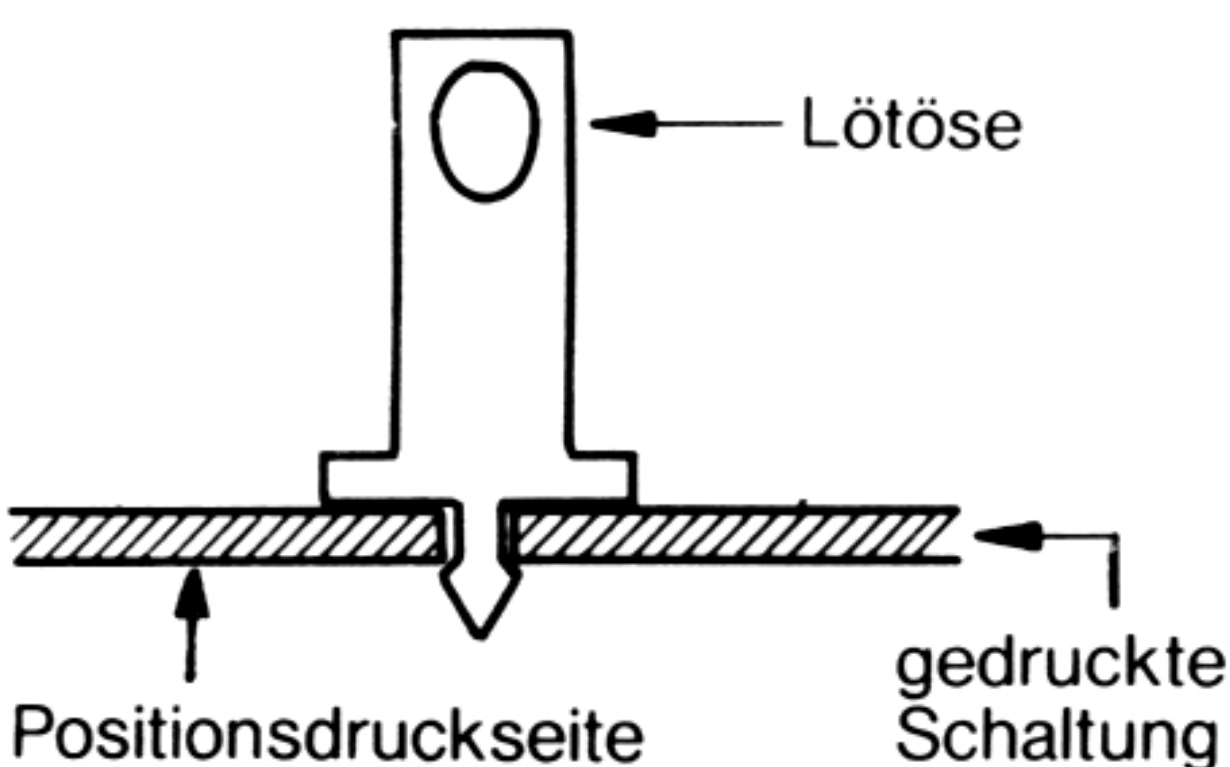

Abb. 6
3. Versehen Sie die Anschlüsse 2/12, 3, 1, 11 und 13 mit Lötösen, die Sie von der **Kupferbahnenseite** her in die Bohrungen der gedruckten Schaltung drücken. Achten Sie beim Verlöten darauf, daß die Löcher der Lötösen für den späteren Drahtanschluß offen bleiben (Abb. 6).